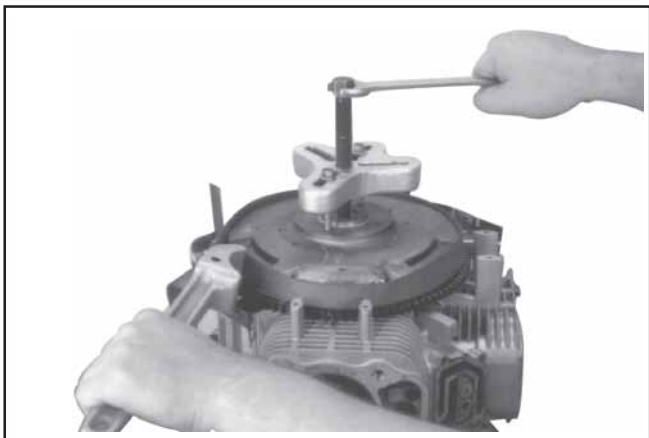

Figure 9-46. Dépose du volant à l'aide d'un extracteur.
3. Utiliser un extracteur pour retirer le volant monté sur le vilebrequin. Voir la Figure 9-46.